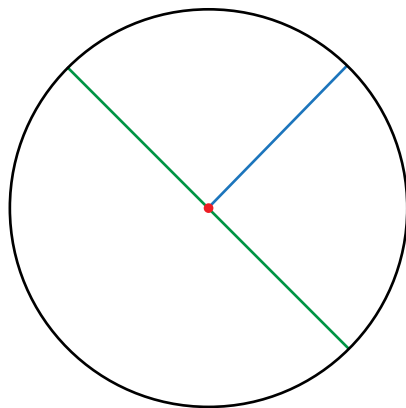

Рис. 23. Окружность
2. Рассмотрите рисунок 23. Покажите центр окружности.